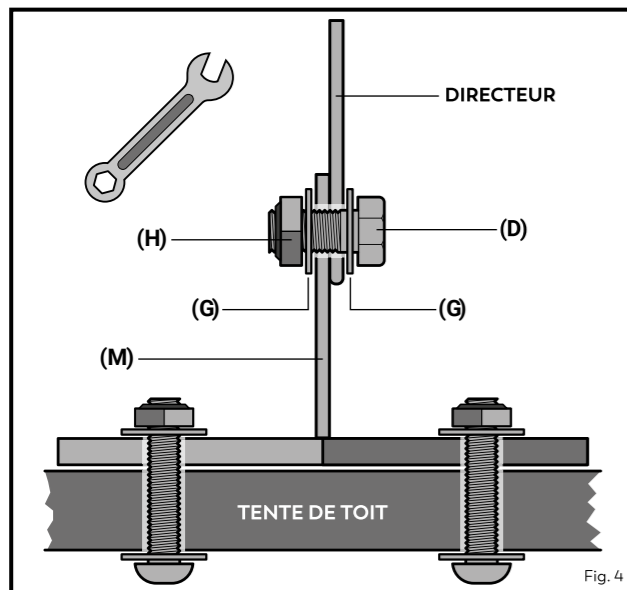

Fig. 4
3.3 Fixez ensuite les conducteurs sur le support à l'aide des **vis D** (2x), des **rondelles G** (4x) et des **écrous H** (2x) (voir fig. 4).